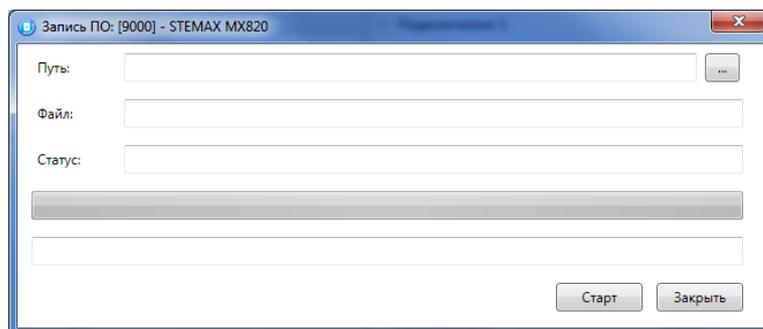

Рисунок 14.2 — Окно «Запись ПО»
4. В открывшемся окне «Запись ПО» (см. рисунок 14.2) укажите путь к файлу встроенного ПО на вашем ПК (файл с расширением **.sbin** или **.sbinx**) и нажмите кнопку «Старт».